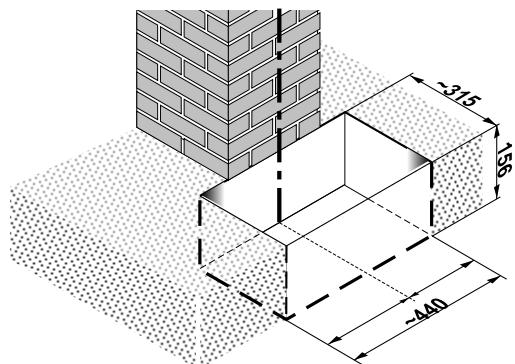

Abb. 5
1) Fundamentashub vornehmen, siehe Abb. 5.